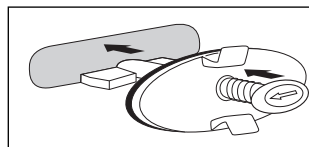

Fig. 4
- Tryk på spændstiften ved aflange overløb, og vip låsearmen, så den står vinkelret på spændstiften (fig. 4).